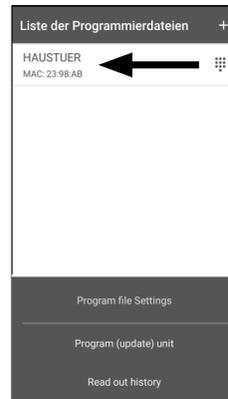

Abb. 95
- 4 Es erscheint die Liste der Programmierdateien. Hier werden die gewünschten Änderungen in Programmierdateien generiert und für den Versand an den Zylinder gesammelt. Standardmäßig besteht keine Sammlung, sodass die Liste leer ist. Sofern sich noch frühere Programmierdateien in der Liste befinden, löschen Sie sie durch schieben des jeweiligen Eintrags von rechts nach links (Abb. 95).